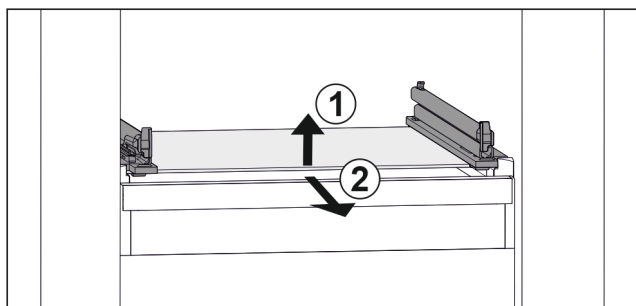

Fig. 46 Примерное отображение стеклянной пластины
- ▶ Приподнимите стеклянную пластину спереди. Fig. 46 (1)
- ▶ Извлеките стеклянную пластину движением вперед. Fig. 46 (2)